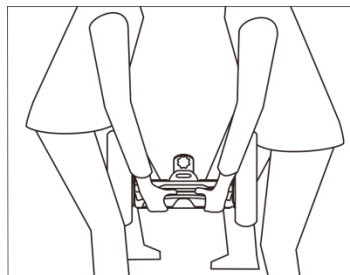

Figura 42: Levantando em dois
3. Se o chassi principal for pesado demais para ser movido sozinho, peça a ajuda de outra pessoa (consulte **Figura 42**).